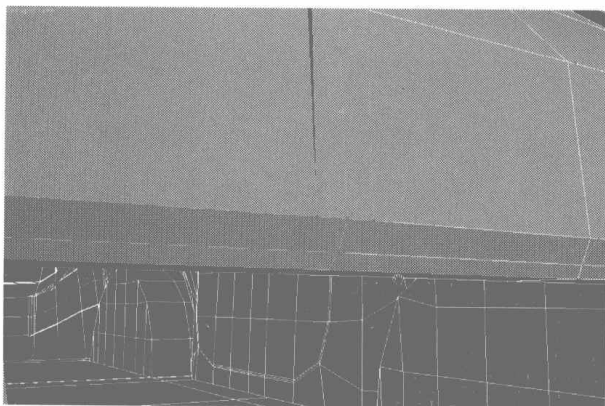
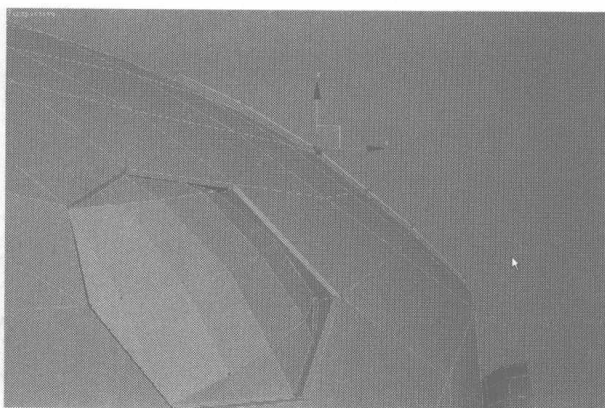

图 7.179
图 7.180
- 21** 单击右键，在弹出的快捷菜单中选择 Cut 命令，在挤压出的面上切出一条细分曲线，如图 7.178 所示。然后单击右键，在弹出的快捷菜单中选择 Remove 命令，移除多余的曲线和节点，如图 7.179 所示。节点最后的位置如图 7.180 所示。